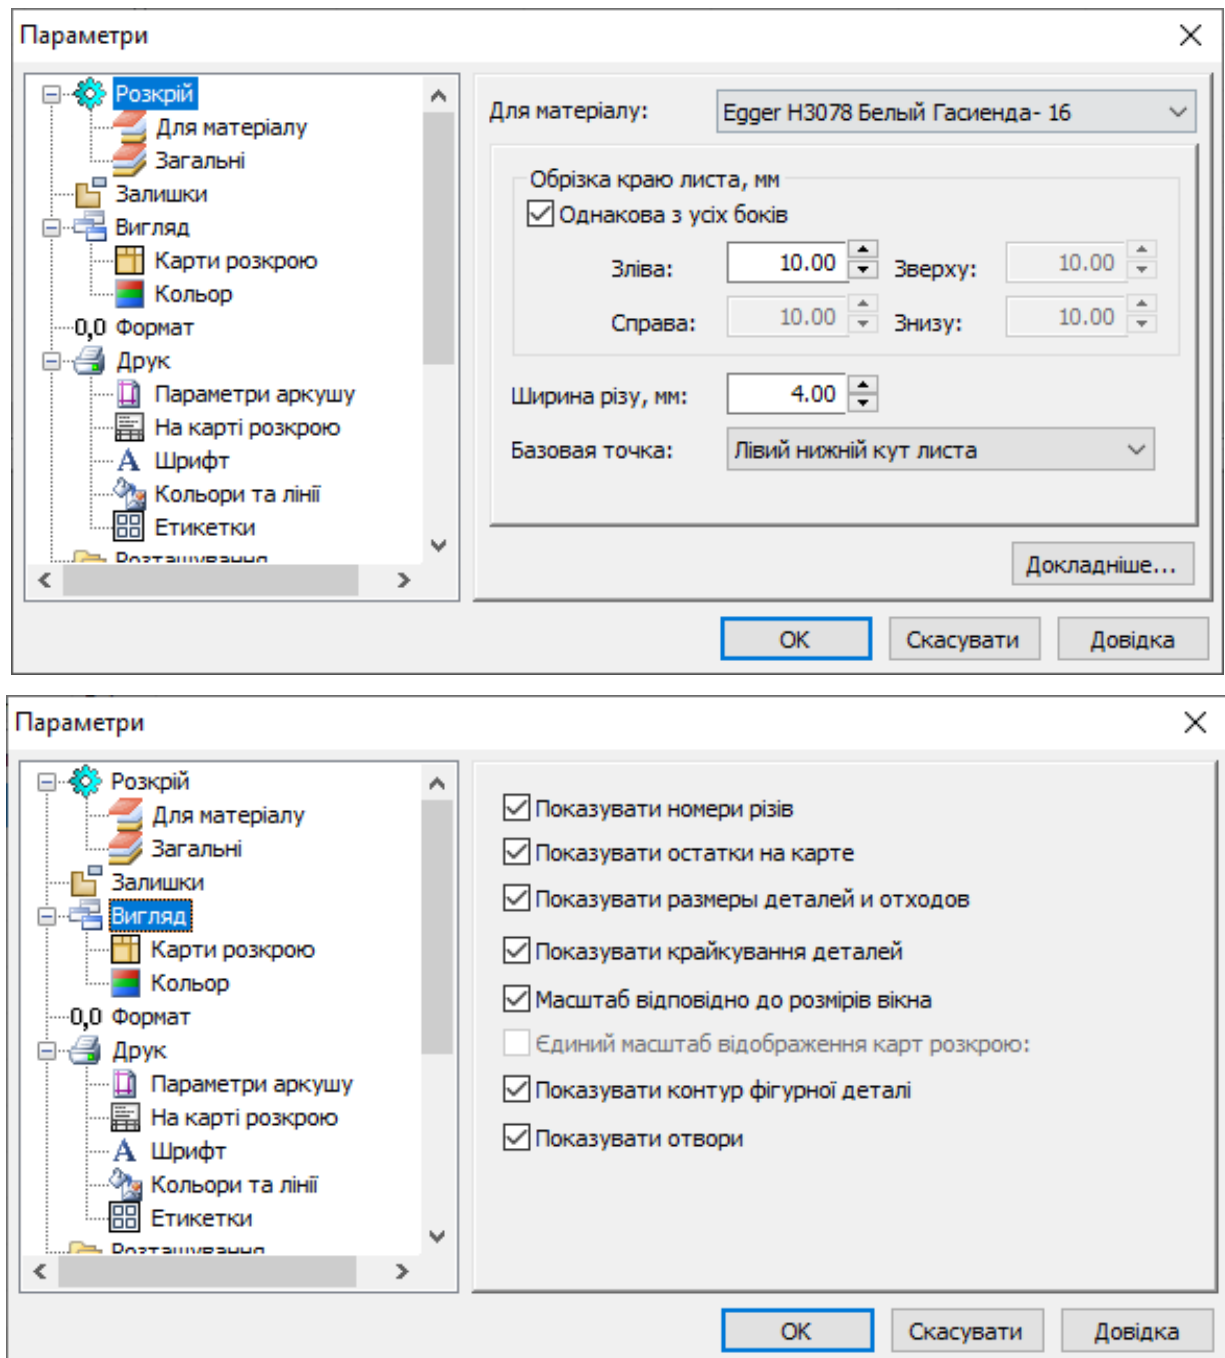

Рис. 9.3
9. Встановити налаштування програми відповідно до рис. 9.3 та 9.4 (меню *Сервіс* → *Параметри*).